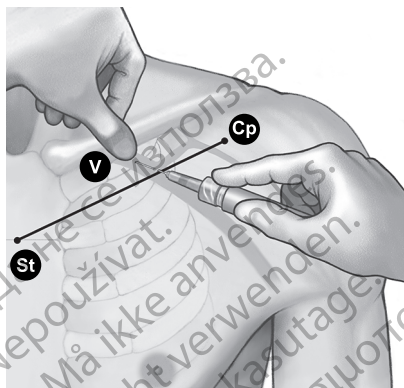

Abbildung 7. Platzierung des Daumens und Einstichstelle der Nadel
4. Drücken Sie den Daumen gegen den Zeigefinger und zielen Sie 1-2 Zentimeter unterhalb der Clavicula, um den Musculus subclavius vor der Nadel zu schützen. (Wenn eine Hypertrophie des Musculus pectoralis erkennbar ist, sollte der Daumen auf einen Punkt ca. 2 Zentimeter unterhalb der Clavicula zeigen, da der Musculus subclavius ebenfalls hypertrophiert sein könnte) (Abbildung 7 Platzierung des Daumens und Einstichstelle der Nadel auf Seite 22).